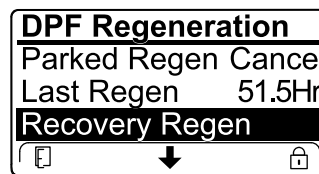

Figura 50
- Se o computador do motor não tiver pedido uma regeneração de recuperação e percorrer a opção REGENERAÇÃO DE RECUPERAÇÃO, a regeneração de recuperação bloqueia e o ícone de bloqueio (Figura 50) surge no canto inferior direito do InfoCenter.